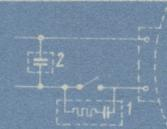
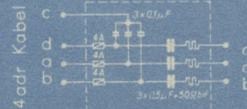

Bild 50
Bild 53
- I. Kontaktüberbrückung durch einen der nebenstehenden Typen (Kondensator 1 in Bild 50).
- II. Überbrückung der Netzzuleitung (0,1—1 μ F) durch Einheits-Typen 2000 bis 8000 (Kondensator 2 in Bild 50). Im Typ Rk 7272 ist diese Querkapazität schon mit eingebaut (Bild 53).
Einfach-Kondensator mit Widerstand. Litzen mit den Kontakten verbinden, zwischen denen Funken auftreten (Kondensator 1 in Bild 50).
Litzen des 3adrigen Kabels mit den motorseitigen, gleichfarbige Litzen des 4adrigen Kabels mit den netzseitigen Schalterklemmen verbinden. An gegenüberliegende Schalterkontakte stets Kabeladern gleicher Farbe. Blaue Ader wahlweise an geerdetes Schaltergehäuse oder Erde legen. Bei 2poligen Schaltern weiße und rote Ader auf jeder Schalterseite zusammenlegen (Bild 53).